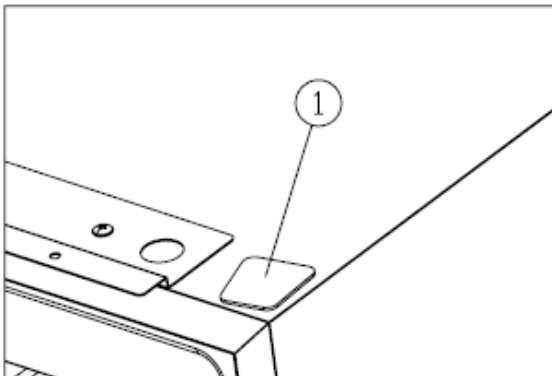

Abb. 4
- ✧ Die provisorische Abdeckung auf der entgegengesetzten Seite montieren①. [Abb. 4]